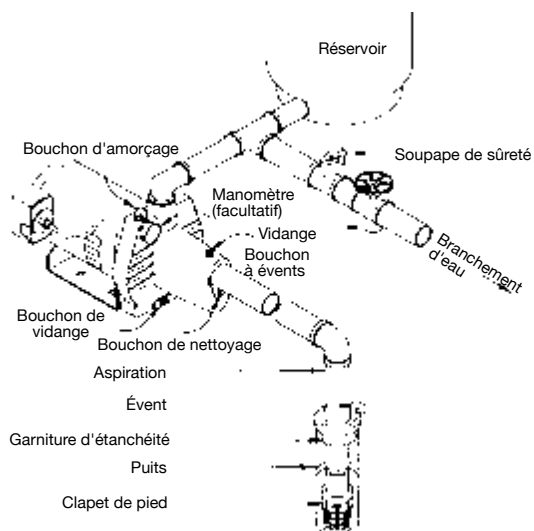

Fig. 2a Puits peu profond (avec clapet de pied)
- Branchement d'eau:** Il faudrait raccorder le branchement d'eau comme l'indiquent les fig. 2a, b, c ou d. Le diamètre de la conduite de branchement d'eau est en rapport direct avec le volume d'eau requis et la longueur de la conduite elle-même. Le diamètre de la conduite choisie devrait être assez grand pour que la hauteur de la perte de charge (établie à l'aide du tableau 2, Diagramme de perte de charge) ne dépasse jamais plus de 20 pi. (6 m).